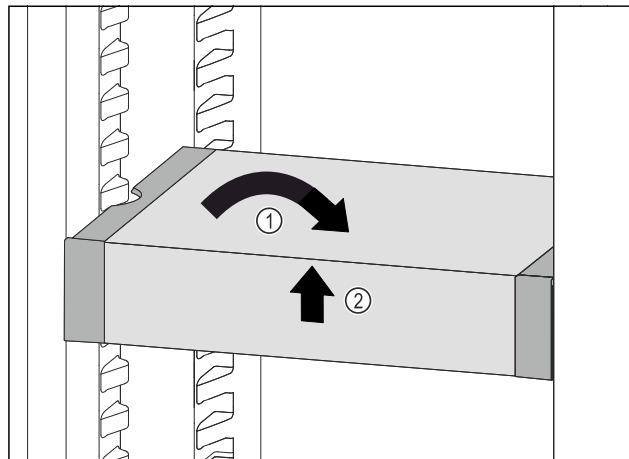

Fig. 101
- ▶ VarioSafe gerade stellen. Fig. 101 (1)
- ▶ VarioSafe vorne anheben. Fig. 101 (2)